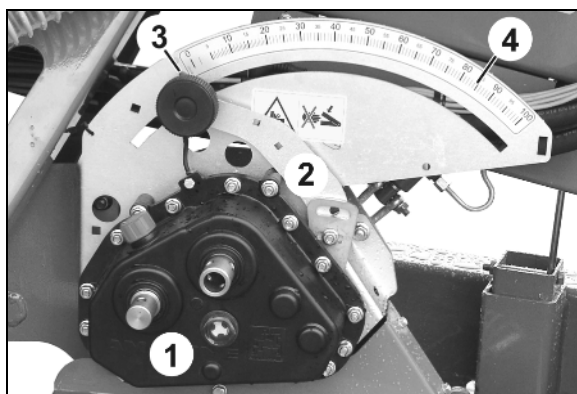

Рис. 62
8. Выньте рукоятку для проворачивания высевяющих аппаратов сеялки (Рис. 62/1) из транспортного крепления рядом с колесом с почвозацепами.